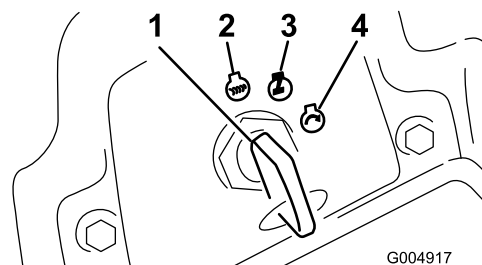

図 18
6. キーを RUN 位置に回す（図 18）。
- キーを OFF 位置に回す (図 18)。すべての部分が完全に停止してから運転席を立つ。